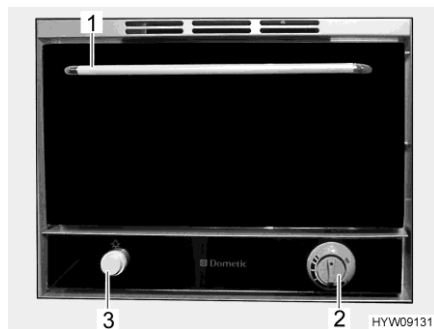

Fig. 90 Horno de gas
- Pulsar la tecla de Iluminación (Fig. 90,3). Las luces interiores estarán encendidas mientras la tecla esté pulsada.
- Abrir la puerta del horno (Fig. 90,1) completamente con el tirador.
- Presionar el regulador giratorio (Fig. 90,2), mantenerlo presionado y girarlo en sentido contrario a las agujas del reloj hasta el ajuste deseado. Mantener el regulador giratorio (Fig. 90,2) presionado otros 5 a 10 segundos. El encendido se realiza automáticamente.
- Soltar el regulador giratorio (Fig. 90,2).
- Presionar el regulador giratorio (Fig. 90,2), mantenerlo presionado y girarlo en sentido de las agujas del reloj. Mantener el regulador giratorio (Fig. 90,2) presionado otros 5 a 10 segundos. El encendido se realiza automáticamente.
- Girar el regulador giratorio (Fig. 90,2) a "O". La llama se apaga.